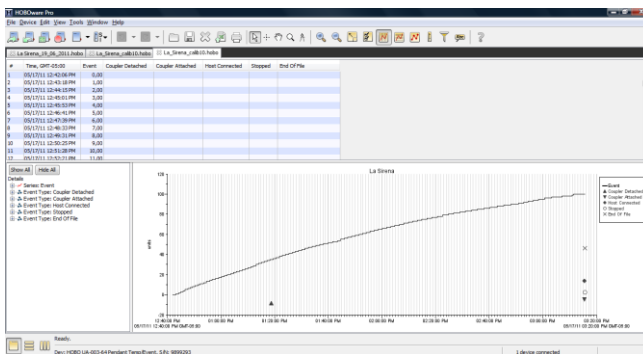

Figura 7. Representación gráfica y tabular de los datos
6.7 Aparecerá una ventana con la tabla de los datos transferidos y la gráfica correspondiente. Ver figura 7.